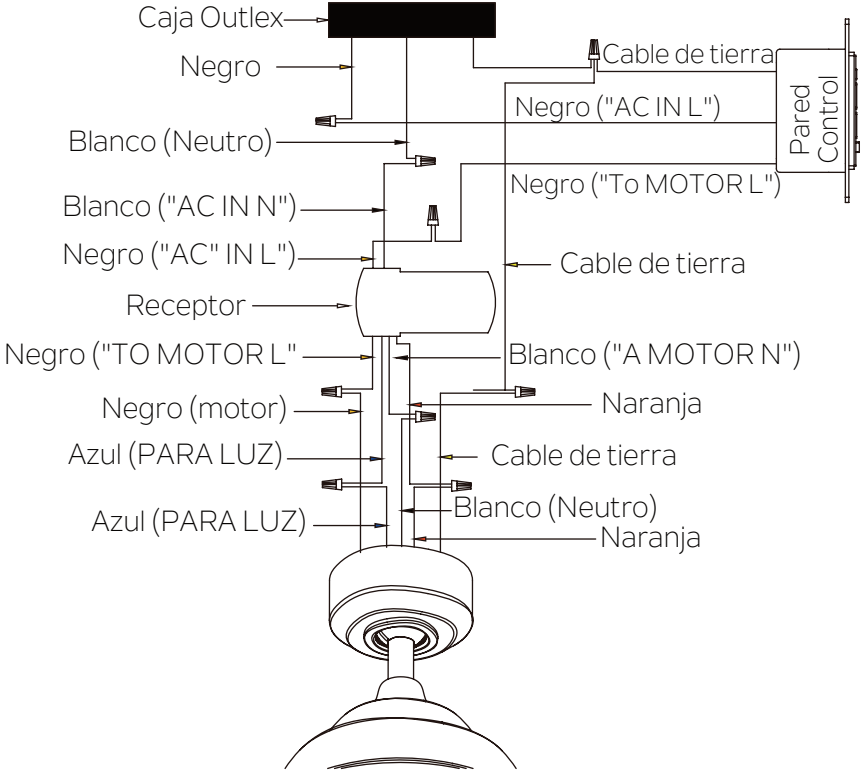

Fig. 16
Asegure todas las conexiones de alambre con las tuercas de alambre de plástico proporcionadas. (Fig. 16)
Asegure las conexiones de cable con los conectores de alambre de plástico proporcionados. (Fig. 16)
Paso 4. Conecte los cables SUELO (VERDE) de la bola de la percha y el soporte de montaje, de modo que SUELO (verde o COBRE DESNUDO) de la casa. Asegure la conexión del cable con los conectores de plástico proporcionados. Después de conectar los cables, sepárelos de modo que los cables verdes y blancos estén en un lado de la caja de salida y los cables negros y azules estén en el otro lado. (Fig. 16)